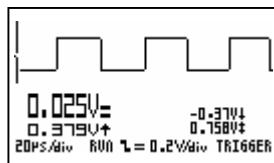

Fig 59
- ‘run’ = auto triggering (fig. 59)
• **‘run’** = auto-triggering (fig. 59)
• **‘run’** = synchronisation automatique (fig 59)
• **‘run’** = Auto-Auslösung (fig 59)